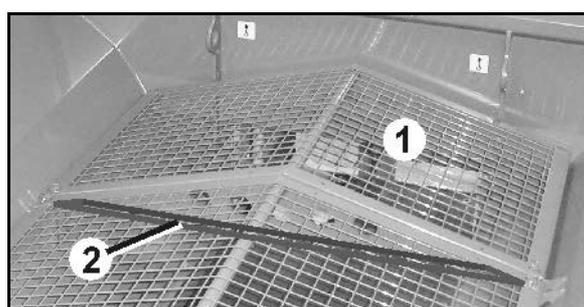

Fig. 26
- гранулированных удобрений: установите решетки (Fig. 26/1) и зафиксируйте при помощи пальцев с пружинной защелкой!
Не демонтируйте распорки жесткости бункера (Fig. 26/2).